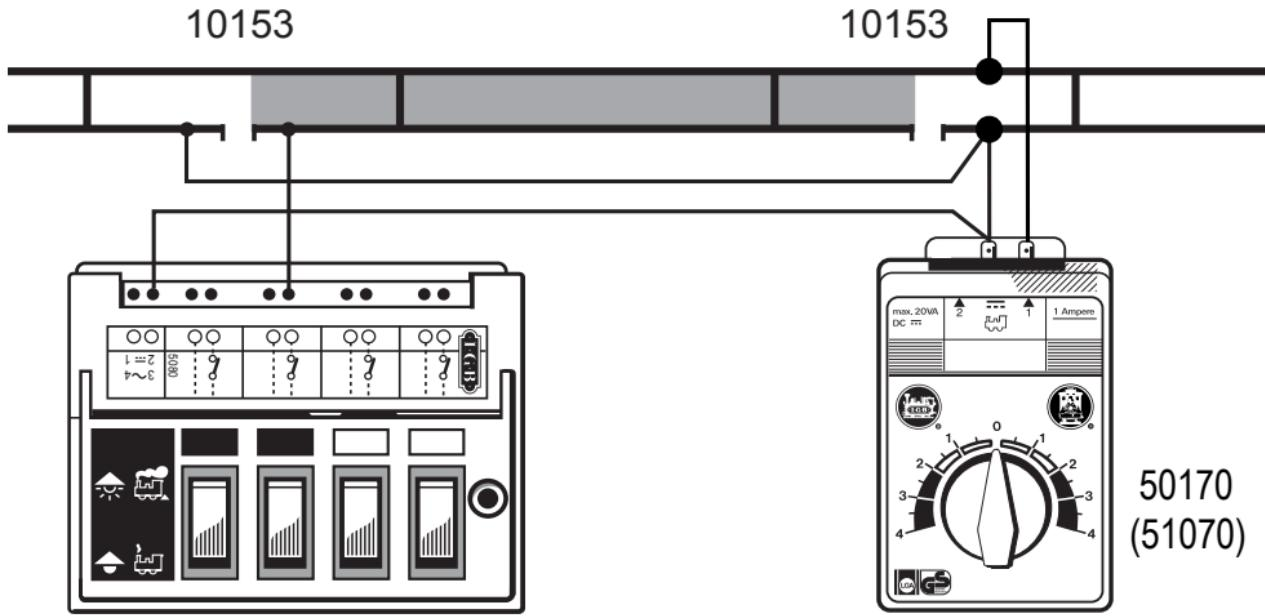

Bild 2, III. 2, Fig. 2, Afb. 2, Fig. 2, Figura 2
- Mit zwei Unterbrechergleisen (10153), einem LGB-Schaltpult (51800) und einem LGB-Fahrregler können Sie einen isolierten Streckenabschnitt bauen. Dann können Sie eine Lok in diesem Abschnitt anhalten, während ein andere Lok weiterfährt (*Bild 2*).
- À l'aide de deux voies de rupture (10153), d'un pupitre de commande (51800) et d'un Commande LGB, vous pouvez constituer une section de ligne isolée. A présent, vous pouvez mettre une locomotive à l'arrêt dans cette section de ligne, pendant qu'une autre continue de rouler (*Fig. 2*).
- Met twee onderbrekingsrails (10153), een LGB schakelkastje (51800) en een LGB rijregelaar kunt u een geïsoleerde sectie opbouwen. Het is dan mogelijk om binnen deze sectie een loc te laten stoppen terwijl een andere loc doorrijdt (afb. 2).
- Puede construir un cantón de vía aislado con dos vías interruptoras (10153), un pupitre de conmutación LGB (51800) y un regulador de marcha LGB. A continuación, puede detener una locomotora en este cantón mientras otra continúa la marcha (Fig. 2).